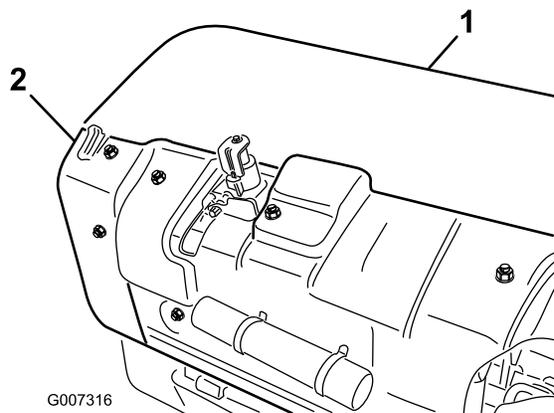

Bild 35
1. Nehmen Sie die Abdeckung des hinteren Aerifizierkopfes ab (Bild 35).
- Nehmen Sie die Befestigungsschrauben der Spanscheibenabdeckung und dann die Abdeckung ab (Bild 35).